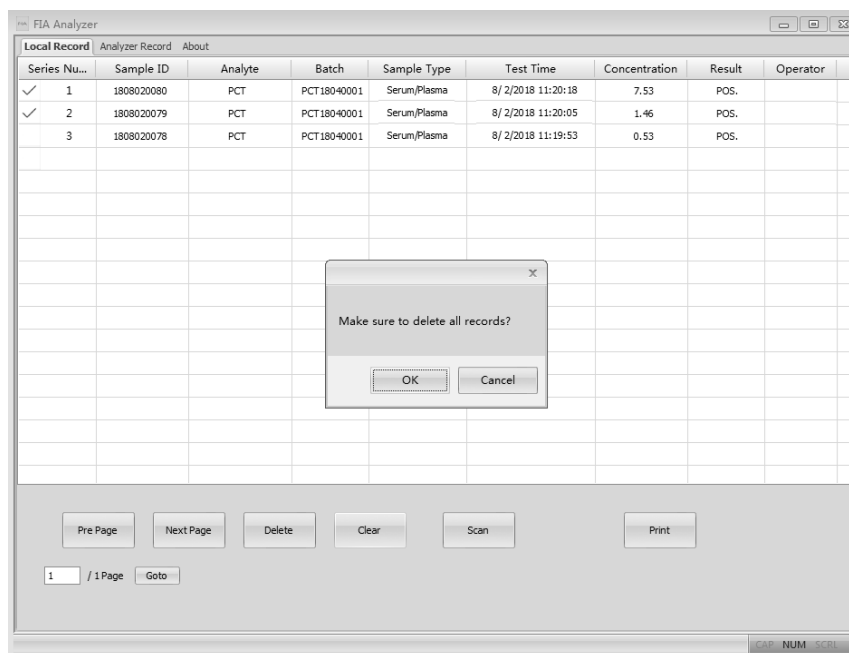

Fig. 42
- “Limpar” Clique em “Limpar” para limpar todos os registros do sistema. (Ref. Fig. 42). Você receberá uma solicitação para confirmar a operação. Depois de clicar em “OK”, todos os dados serão apagados.